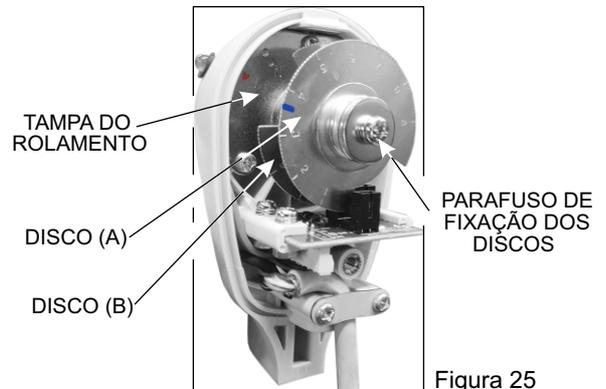
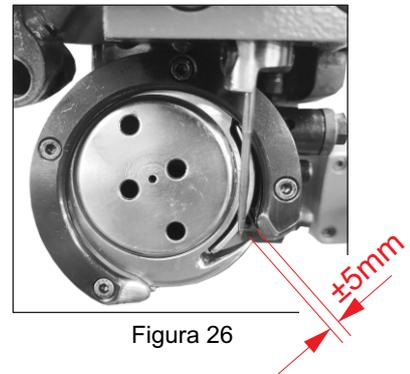

Figura 25
Figura 26
Girar el volante en el sentido de rotación de la máquina hasta posicionar el gancho con la punta a  $\pm 5$  mm antes de entrar en la caja y la aguja hacia arriba (Figura 26), quitar la tapa del posicionador, aflojar el tornillo de fijación del disco, girar el disco (A) hasta que el punto rojo se alinee con el punto rojo de la tapa del cojinete (Figura 25).